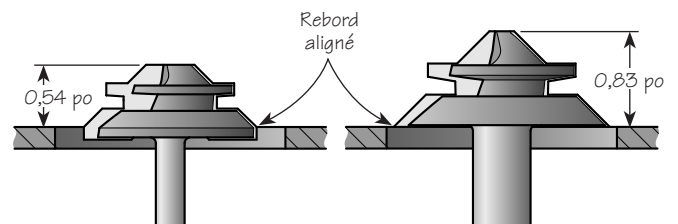

Figure 11 : Régler la hauteur de la mèche
2. Réglez la hauteur de la mèche en alignant son rebord oblique inférieur avec la surface de la table à toupie. Voir la **figure 11**.